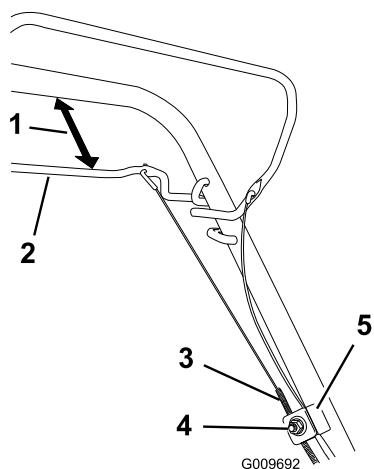

Figure 24
1. Desserrez l'écrou du support de guidage du câble (Figure 24).
2. Maintenez la barre de commande d'autotraction à 25 à 38 mm (1 à 1,5") du guidon (Figure 24).
3. Tirez la gaine du câble vers le bas (vers la tondeuse) jusqu'à ce qu'il n'y ait plus de mou dans le câble (Figure 24).